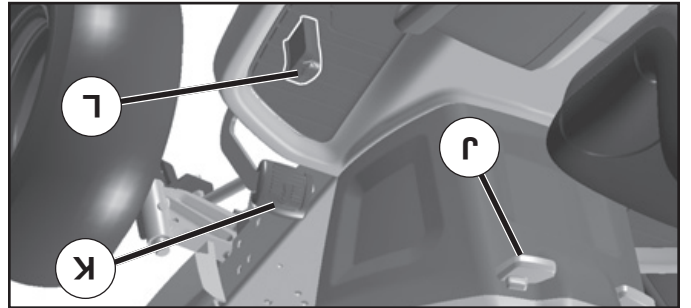

Fig. 20
## COMMENT UTILISER LE RÉGULATEUR DE VITESSE (J) (Voir la Fig. 20)
## POUR AVANCER ET POUR RECULER (Voir la Fig. 20)